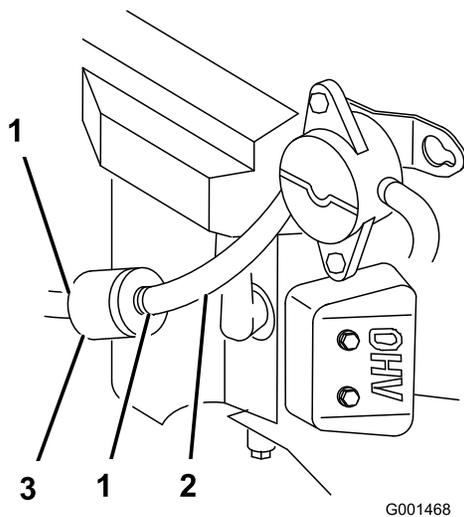

Figura 50
2. Limpe a zona em redor da tampa do depósito de combustível para impedir a entrada de detritos no depósito de combustível (Figura 50).
4. Aperte as pontas dos grampos da tubagem e afaste-as do filtro (Figura 50).